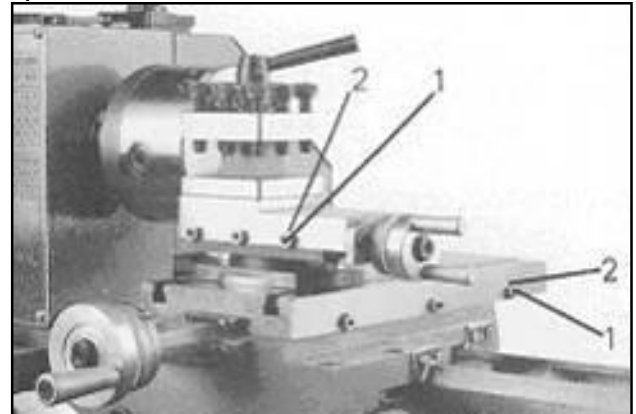

Рис. 28
Оба суппорта оборудованы регулировочными планками и могут быть установлены посредством винтов (1, *Рис.28*) и контргайек (2) без зазора.